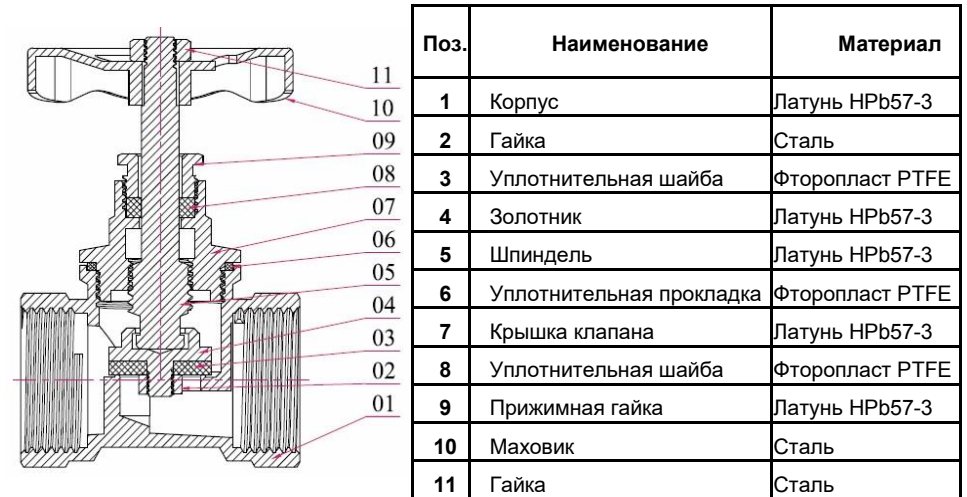

Рис.2
- 3.3. Элементы клапана и материалы указаны в таблице ниже и на Рис.2.